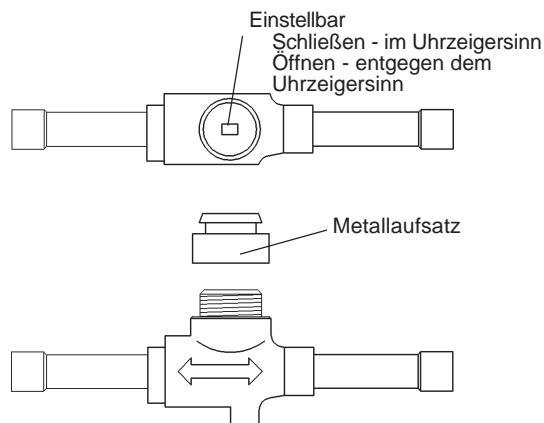

Abb. 6
10) Entfernen Sie die Metallaufsatz vom Kugelventil und öffnen Sie das Ventil. Vgl. Abb. 6.